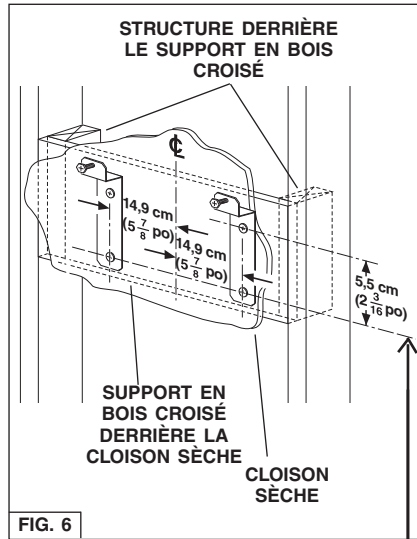

FIG. 6
- Construisez une **structure** murale en bois à niveau avec la surface intérieure des poteaux de cloison. Fig. 6.